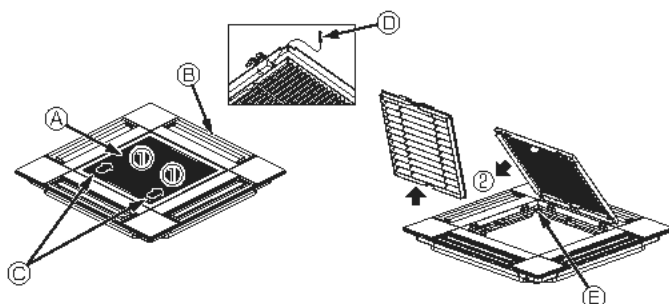

Fig. 10-3
10.2.1. Remoção da grelha de admissão (Fig. 10-3)
- Faça deslizar as alavancas na direção indicada pela seta ① para abrir a grelha de admissão.
- Com a grelha de admissão na posição de "aberta", retire a dobradiça da grelha de admissão da grelha tal como indicado pela seta ②.
- (A) Grelha de admissão